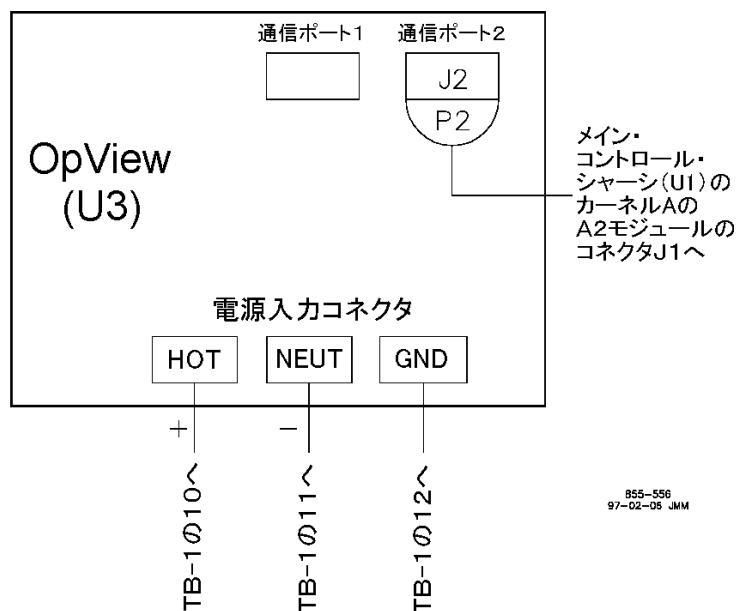

図 4-27. OpViewの配線図
OpView が、キャビネットに組み込まれて送られて来る場合は、制御装置本体と OpView との通信ケーブルおよび電源ケーブルは、前以って取り付けられた状態で送られて来ます。OpView がキャビネットに組み込まれた状態で送られて来る場合、前扉に取り付けられた OpView の通信ポート2 (Com-2) と制御装置のカーネルAの CPU モジュールの通信ポート (CPU-A ポート) は、あらかじめ RS-232 通信ケーブルで接続されています。OpView の設置を簡単にする為に、キャビネットの電源パネルの端子と OpView (の電源入力端子) を接続する為の電源ケーブルも、前以って取り付けられて送られて来ます。この電源パネルを使用すれば、制御システム内の各装置への電源の配線を、全て1枚のパネルから行なうことができます。OpView の配線図に付いては、図 4-27 を参照の事。
- OpView の配線に付いては、図 4-27 と図 4-28 を参照の事。